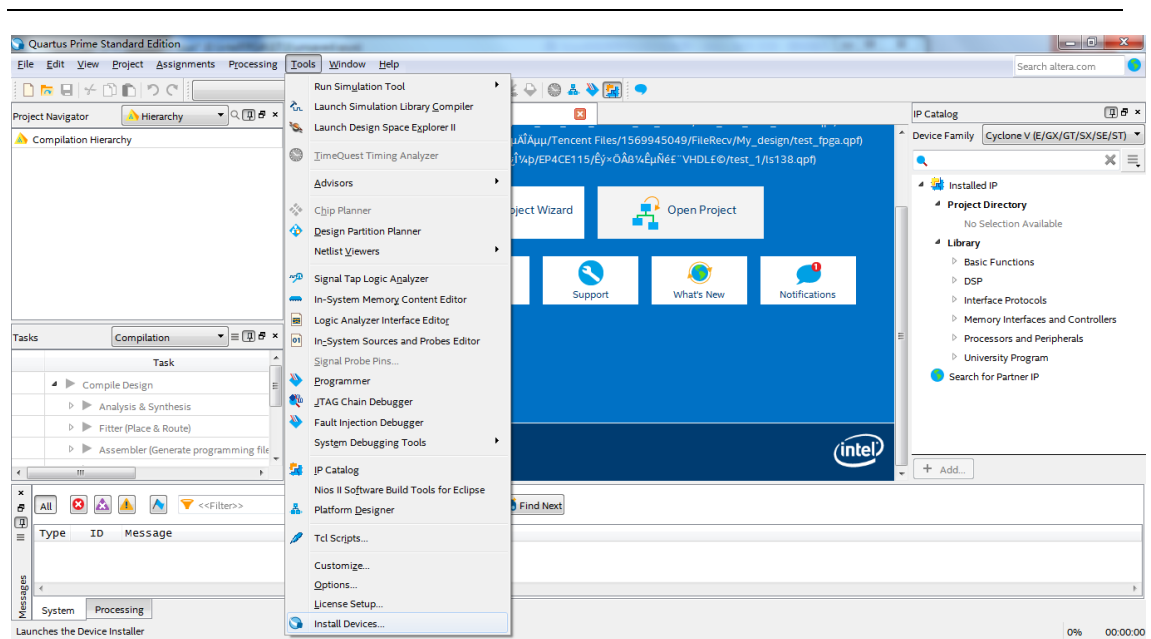

图 2.3.5 器件安装入口
(1) 在 tools 菜单中选择 Install devices 进行器件安装，如图 2.3.5 所示。